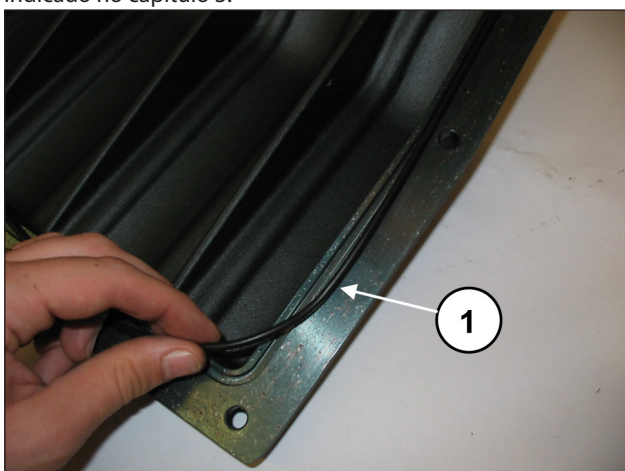
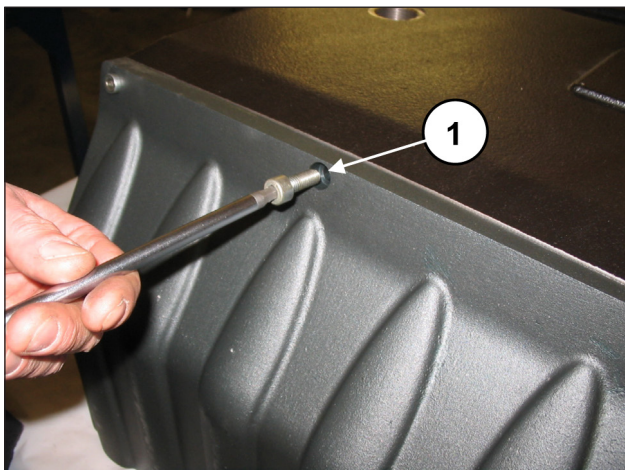

Fig. 92
Fig. 93
Insira o anel circular na cobertura posterior (pos. ①, Fig. 92) e fixe-os no cárter com 10 parafusos M8x20 (pos. ①, Fig. 93). Calibre os parafusos com chave dinamométrica, conforme indicado no capítulo 3.